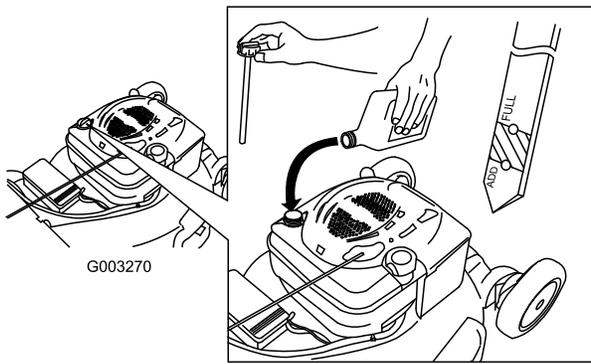

Figura 37
4. Vierta **lentamente** aceite en el tubo de llenado hasta que el nivel llegue a la marca Full de la varilla (Figura 37). **No llene demasiado.** (Capacidad máxima: 0,59 l, tipo: SAE 30, aceite detergente con clasificación de servicio API SF, SG, SH, SJ, SL o superior.)